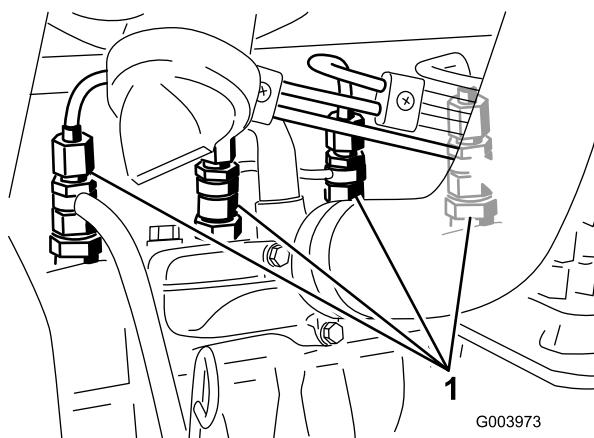

Figura 38
- Afloje la conexión entre el tubo y el conjunto de boquilla y soporte N° 1 (Figura 38).